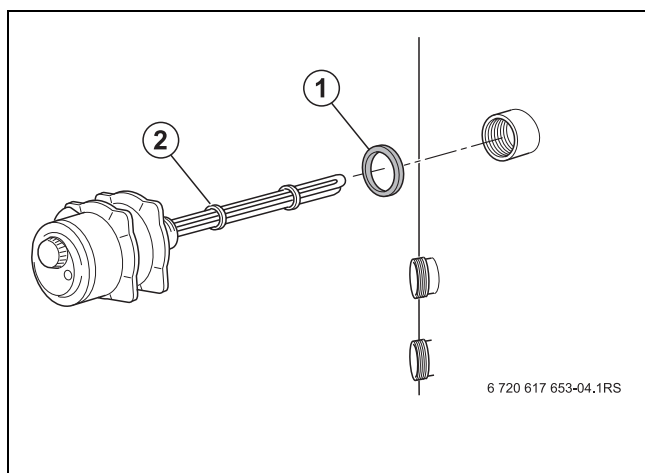

Fig. 8 Montage de la résistance électrique
- Monter et brancher la résistance électrique dans la position prévue (→ fig. 2, page 5 et fig. 8). Respecter la notice d'installation de la résistance, les directives d'installation locales en vigueur ainsi que les consignes de sécurité du chap. 1.2.